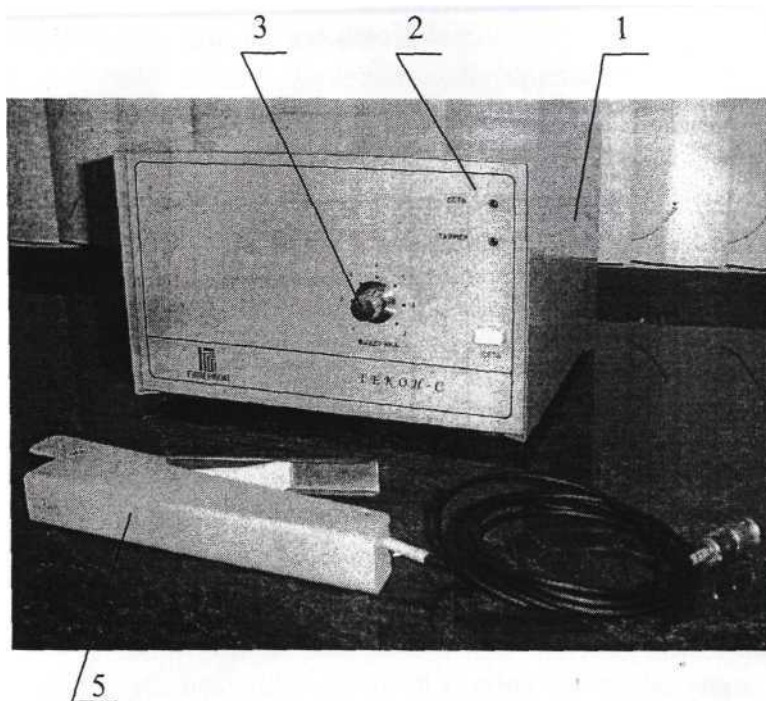

Рис.1
4.1.1 Внешний вид запаивателя показан на рис.1 и 2.